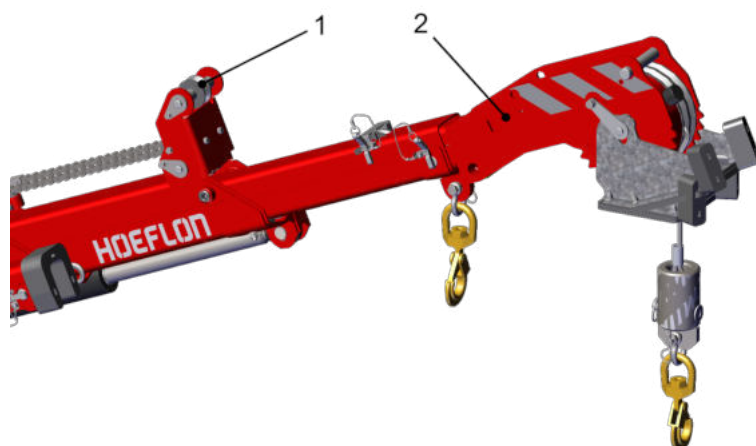

Figura 4.11 Colocación del cable
4. Coloque el cable sobre las poleas de cable de la pluma (1). Compruebe si el cable se guía bien sobre las poleas del cabestrante (2) (véase *Figura 4.11*).